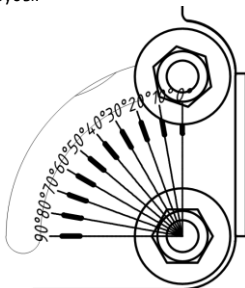

Рисунок 6 — Шкала для регулировки.
5.4.6. Отрегулируйте нужный угол наклона светильника, используя шкалу для регулировки на деталях крепления (рисунок 6).
5.5.4. Закрепите светильник при помощи болтов/винтов на поверхности. С помощью поворотного кронштейна (скобы) выставите нужный угол поворота светильника (см. рисунок 6). Затяните болты.
5.7.4. Закрепите светильник при помощи болтов/винтов на поверхности. С помощью поворотного кронштейна выставите нужный угол поворота светильника (см. рисунок 6). Затяните болты.